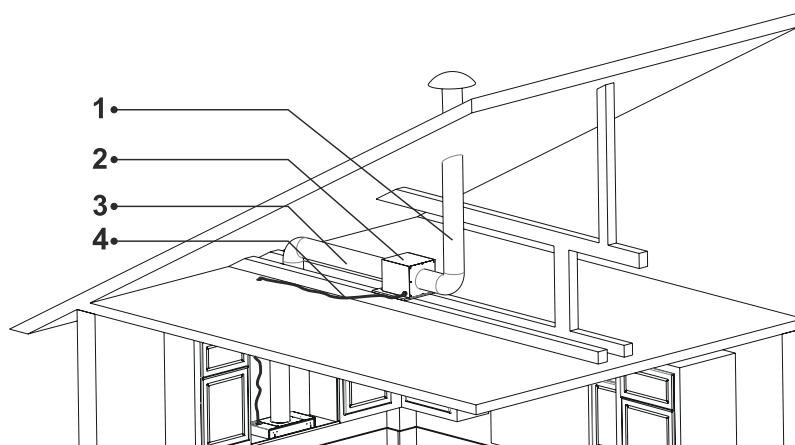

Fig. 26
2. ➔ Anslut nu utsugskanalerna till motorkabinettet (Fig. 26).